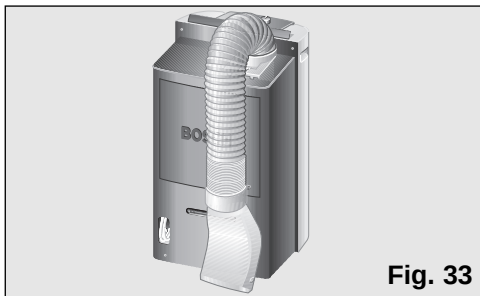

Fig. 33
- ❑ Para isso dobra-se o tubo para a parte traseira do equipamento, prendendo-o na fixação do difusor, **Fig. 33 e 34**.